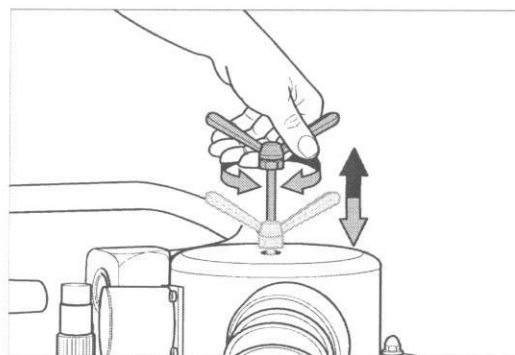

Fig. 22 Tirez et repoussez la tige vibrante sur l'écrou à oreilles en effectuant des mouvements de rotation.
- 2 Tirez lentement vers le haut la tige vibrante montée dans l'unité du filtre dans la partie supérieure du séparateur de poussière en la tenant par l'écrou à oreilles qui doit être tourné simultanément (fig. 22).